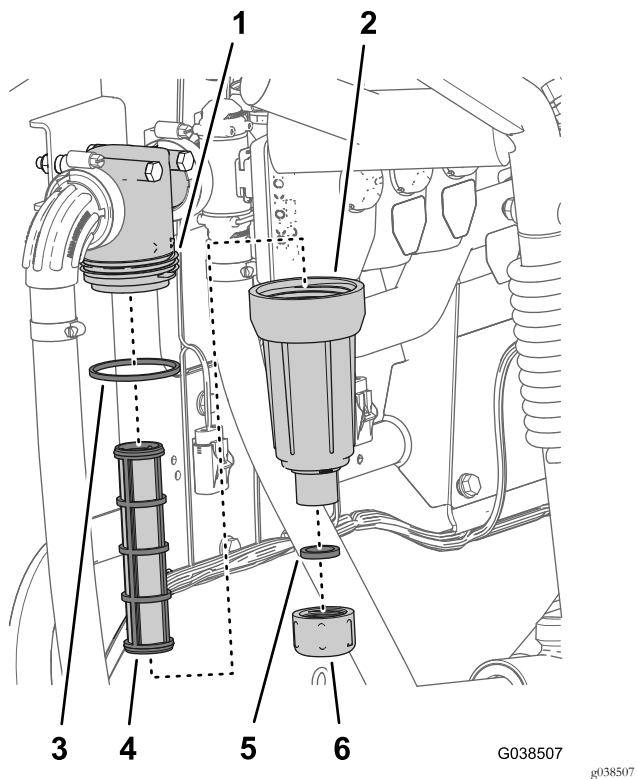

图110
2. 在压力式滤清器下放置一个排放盘图110。
3. 逆时针旋转排油盖然后将其从压力式滤清器的油碗中取出图110。
4. 逆时针旋转油碗然后将其从滤清器头中拿出图110。
5. 拆下旧压力式滤清器的滤芯图110。
6. 检查排油盖的 O 形圈在油碗的螺纹接头和油碗的 O 形圈是否有磨损和损坏图110。
7. 将新的压力式滤清器滤芯安装到滤清器头中图110。
8. 将油碗安装到滤头上并用手紧固图110。
9. 将排油盖安装到油碗上并用手紧固图110。